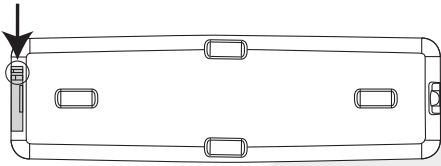

FIG. 41
1. **Deslice** el saliente de la parte inferior del control remoto (Fig. 41).